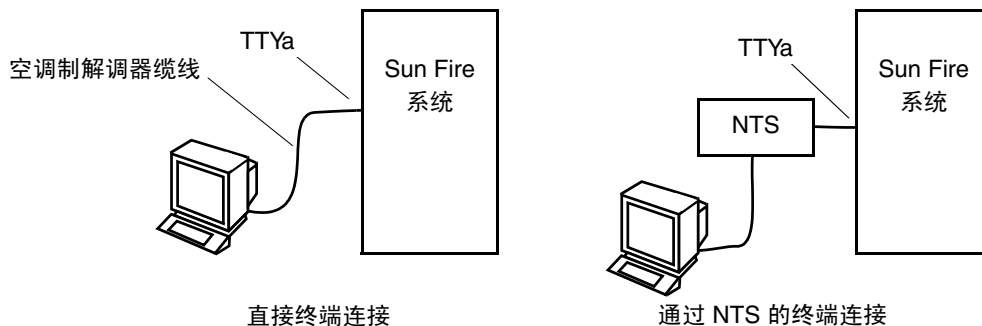

图 2-12 串行缆线连接
初始设置系统时，需用一根空调制解调器缆线或通过网络终端服务器 (NTS)，将 ASCII 终端连接到接插板上的主 TTYa 串行端口（图 2-12）。
2. 将串行缆线的另一端连接到选定的 ASCII 终端或 NTS 服务器（图 2-12）。